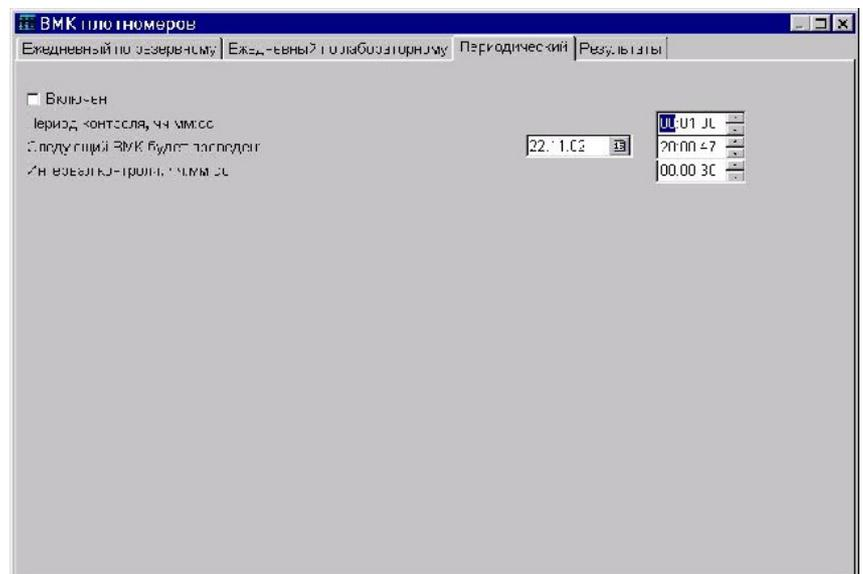

Рис. 23
3.5.10.4 В режиме **Периодический** ВМК проводится так же, как в режиме **Ежедневный по резервному**, но в автоматическом режиме (Рис. 23). При этом необходимо: